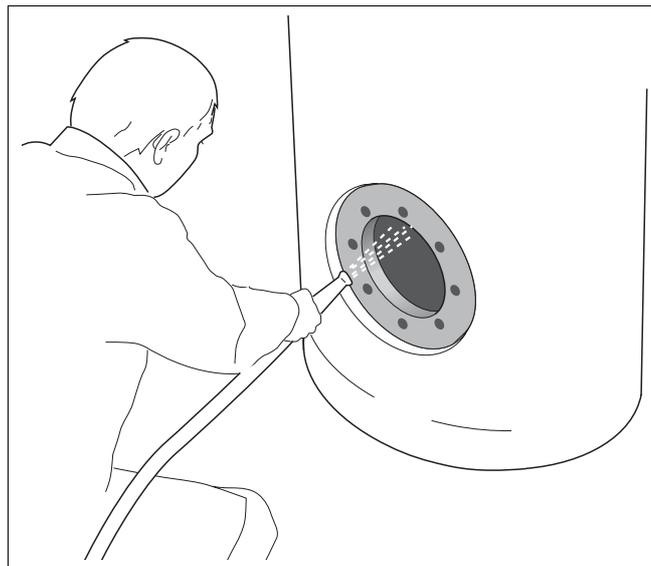

fig. 11 Lavar o acumulador de água quente sanitária com jacto de água
- Lavar o interior do acumulador de água quente sanitária com um jacto de água fria com bastante pressão (aprox. 4 – 5 bar de sobrepressão) (fig. 11).